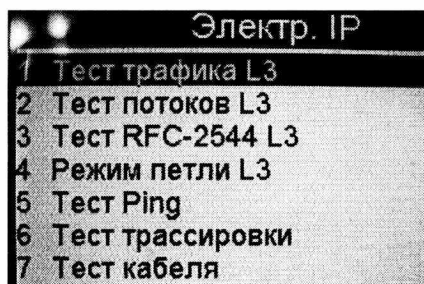

Рисунок 5
5.7.2 Нажать на стрелки - выделить **Electrical IP** и нажать кнопку **OK**. Появится окно «Электр. IP» - рисунок 5.